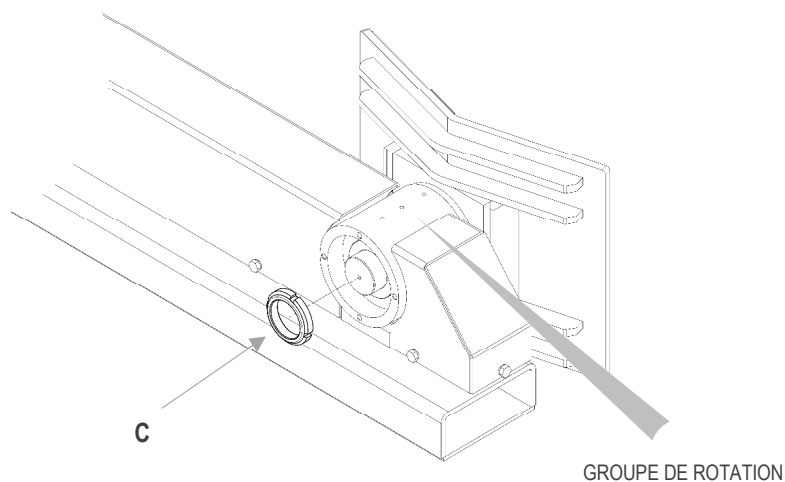

Figure 41
3. Retirer la bague C de fixation plateau (voir Figure 41)